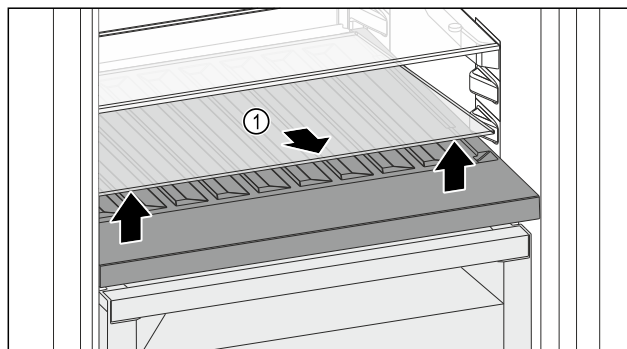

Fig. 149
- Podignite staklenu ploču Fig. 149 (1) na otvoru sprijeda i izvadite je.
- Čuvajte staklenu ploču Fig. 149 (1) na sigurnom izvan uređaja.
- Uložite staklenu ploču (2) ispod promjenjive police za boce.